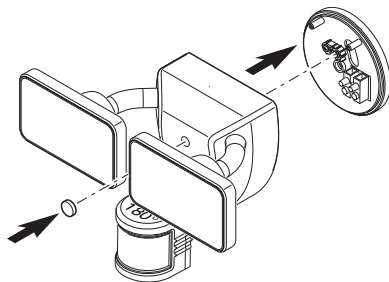

Figura 5
- Apriete bien el tornillo de montaje teniendo cuidado de no apretarlo demasiado (vea la Figura 5).
- Empuje con fuerza el tapón de caucho en el orificio del perno de montaje de la lámpara (vea la Figura 5).